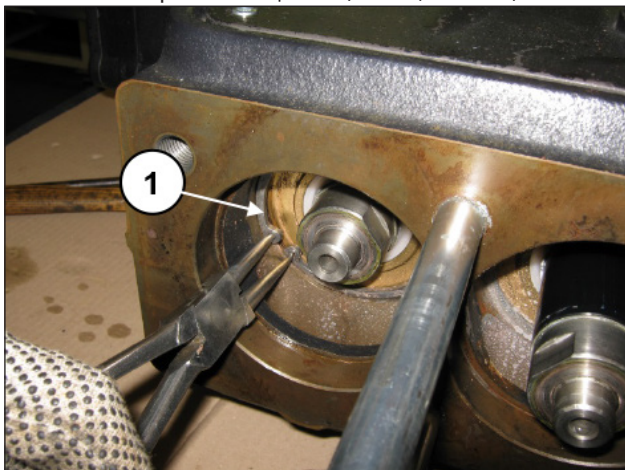

Рис. 110
Снимите стопорные кольца Ø92 (поз. ①, Рис. 110).